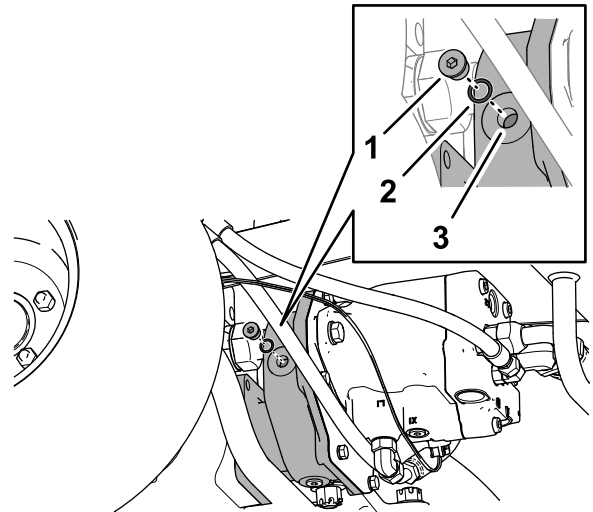

図 146
2. 減速ギアケース左側面にある点検補給プラグを外す **図 146**。